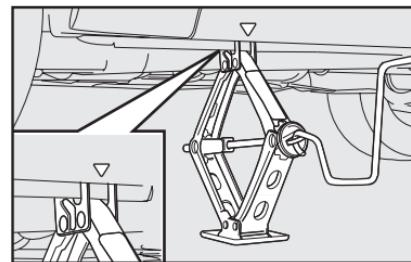

fig. 10
- Coloque el crique en el símbolo t **B**-fig. 10 o 11 cerca de la rueda que va a cambiar y asegúrese de que la ranura A del crique esté bien introducida en el larguero **C**.